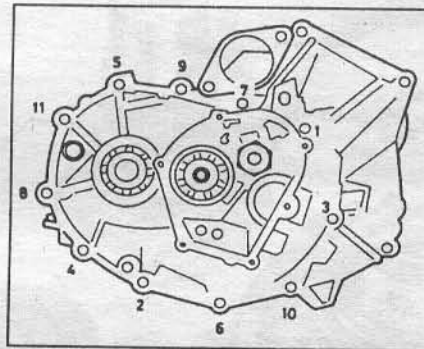

Рис. 6.112 Порядок затяжки болтов крепления коробки к картеру.
- 112. Спарьте корпус коробки и картер маховика, установите болты и затяните их усилием, приведенным в спецификации, в последовательности, указанной на рис. 6.112 а, б.